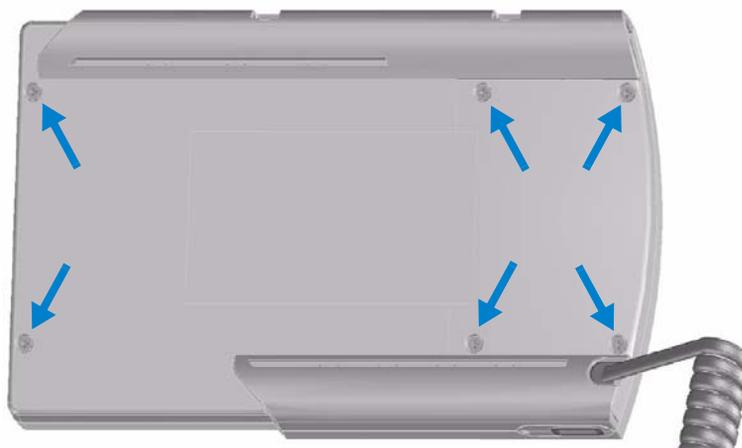

図 87 背面パネル - ネジの位置
- 1 インスタント・パイロットを作業台に伏せて置きます (図 87 に示したように)。